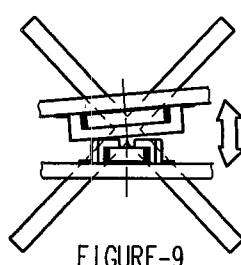

FIGURE-9
**⚠ PLEASE DO NOT EXTRACT AS FIGURE-9.